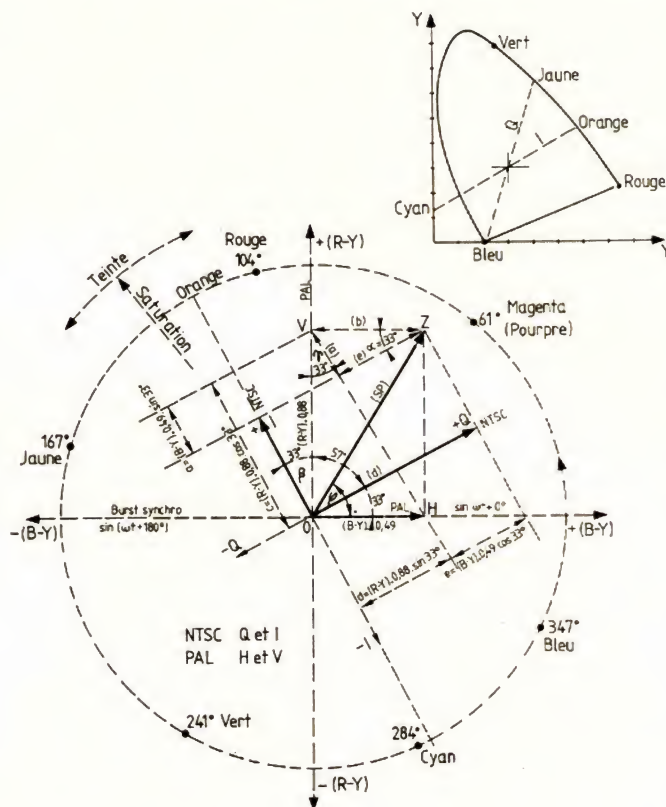

FIGURE 2 - Modulation NTSC.
L'œil ne voit pas la couleur dans les détails très fins d'une image ; seule la perception de la brillance (luminance) reste. L'acuité de l'œil pour le rouge est inférieure à celle pour le vert, et elle est encore moindre pour le bleu. Seule la combinaison orange-cyan (fig. 2) peut représenter convenablement les teintes du ciel, de la chair et du feuillage si familières dans la nature. Ajoutons à ces données les mesures d'acuité visuelle à la couleur et au contraste qui montrent que, pour les surfaces d'une image comportant des détails fins, la représentation bichrome est suffisante. L'œil a sa plus grande acuité lorsque les couleurs à différencier se trouvent au voisinage de l'axe orange-cyan. Toutes ces observations ont conduit aux spécifications générales du standard américain NTSC :
La présence des deux sous-porteuses de même fréquence se traduit par une onde dont l'amplitude représente un seul vecteur qui constitue la somme des vecteurs R - Y et B - Y. C'est le vecteur désigné par (SP) dans la figure 2.
3° Modulation simultanée avec suppression de cette sous-porteuse par deux composantes de chrominance dont l'une est le signal I (fig. 2), exigeant une largeur de bande de 1,5 MHz représentant la saturation qui module la sous-porteuse en amplitude, et l'autre le signal Q (fig. 2), représentant la teinte qui module la sous-porteuse en phase (0,5 MHz).
Les spécifications générales du standard allemand PAL (fig. 2) sont les suivantes – où H représente B – Y et V représente R – Y :